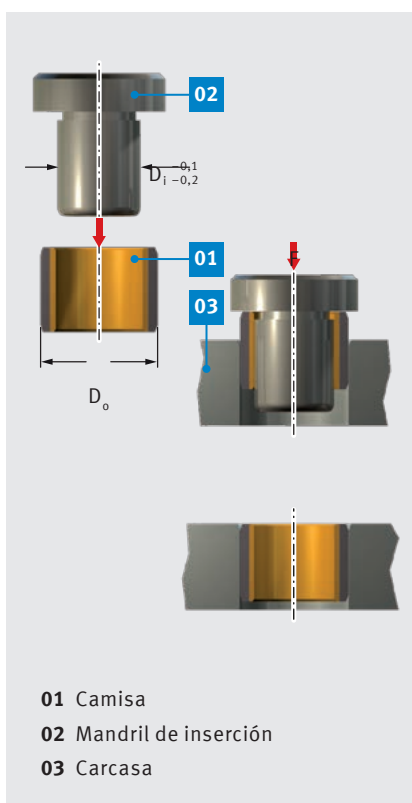

Fig. 52: Inserción a ras $D_o \leq 55$ mm
- inserción a ras con mandril y sin anillo auxiliar, según la Fig. 52